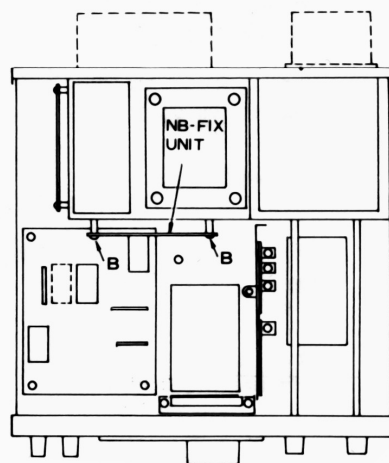

Figura 2
- 2) Baseie-se na Figura 2 e localize o circuito NB-FIX. Remova seus parafusos.